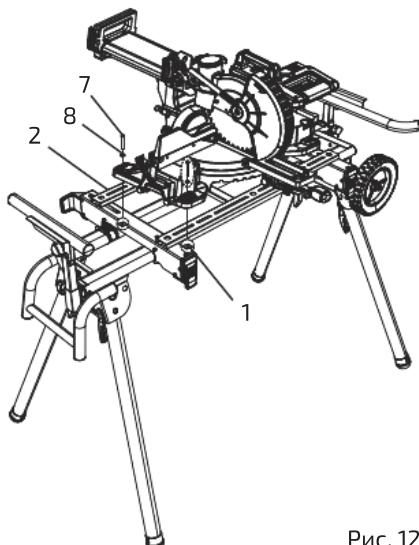

Рис. 12
9. Вставить квадратные гайки (1) в пазы вспомогательных монтажных кронштейнов (2) и совместить с крепежными отверстиями в торцово-усорезной пиле (рис. 12).
10. Вставить болты (7) через шайбы (8), крепежные отверстия пилы и пазы вспомогательных монтажных кронштейнов (2) в квадратные гайки (1), чтобы смонтировать и зафиксировать пилу на вспомогательных монтажных кронштейнах (2) (см. рис. 12).